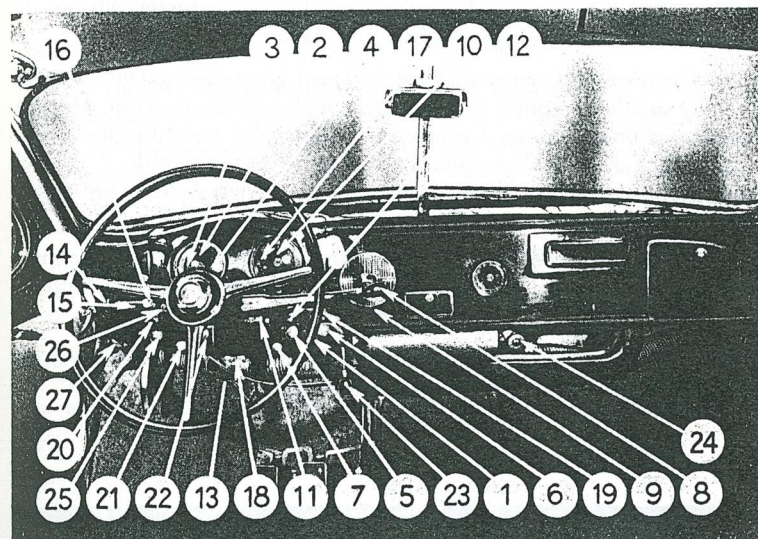
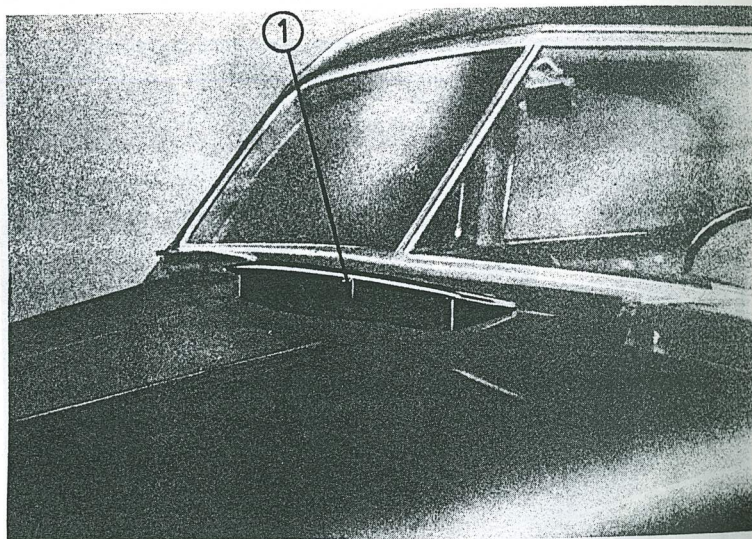
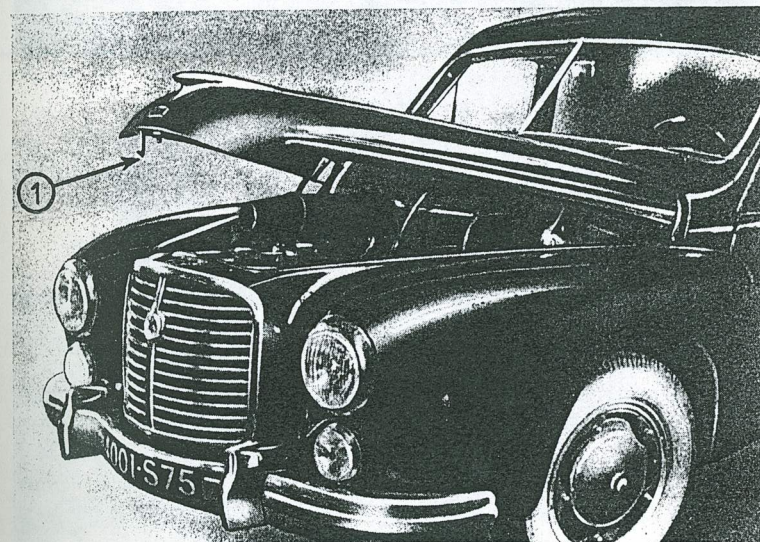

Fig. 8
Fig. 10
Fig. 11
Les organes de commande et de contrôle sont groupés sur le tableau de bord (fig. 8) à l'exception des pédales de débrayage, d'accélérateur et de freins.
Le contact est mis à l'aide d'une clef (1) (fig. 8), il allume un voyant (2) (Huile) et met en action la jauge à essence (3); l'ampèremètre (4) doit indiquer une légère décharge.
Commande des vitesses. — Située sous le volant, elle comporte un levier principal (8) et un levier auxiliaire (9) (fig. 8), voir aussi (fig. 37).
Par temps très froid, comme il subsiste une légère circulation vers le radiateur, la température d'eau dans le moteur peut être insuffisante. Il a été prévu de fournir, sur demande, un dispositif de régulation commandée. Il est composé d'un rideau se déroulant devant le radiateur, ainsi que d'un thermomètre placé en face de l'indicateur « Huile ». La manœuvre se fait de la place du conducteur. En tournant la roulette (18) (fig. 8) comme un remontoir de montre, on lève le rideau. La descente est obtenue en appuyant sur le cliquet situé au-dessus de la roulette.
L'entrée de l'air est assurée par un volet (1) muni d'un grillage interdisant l'entrée des insectes (fig. 10). Un levier (23) commande l'ouverture de ce volet (fig. 8).
Par temps froid, on utilise l'eau chaude du moteur que l'on fait circuler à travers un radiateur placé dans le circuit d'air frais pris à l'extérieur par le même volet (1) (fig. 10).
L'ouverture d'un robinet (24) déclenche la circulation de l'eau chaude (fig. 8).
Ouverture du capot. — Tirer la tirette (27) (fig. 8) située au-dessous et à gauche de la planche de bord, le capot s'entrebaille mais est encore accroché par un crochet de sécurité (1) (fig. 11). Par l'entrebaillement, passer un doigt et dégager le crochet en poussant. Lever ensuite le capot qui reste maintenu par des ressorts.